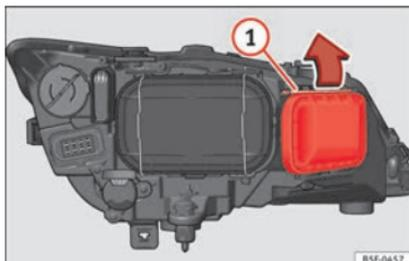

Fig. 107 Ampoule des feux de route.
- Déplacez le tirant » fig. 107 (1) dans le sens de la flèche puis retirez le cache.